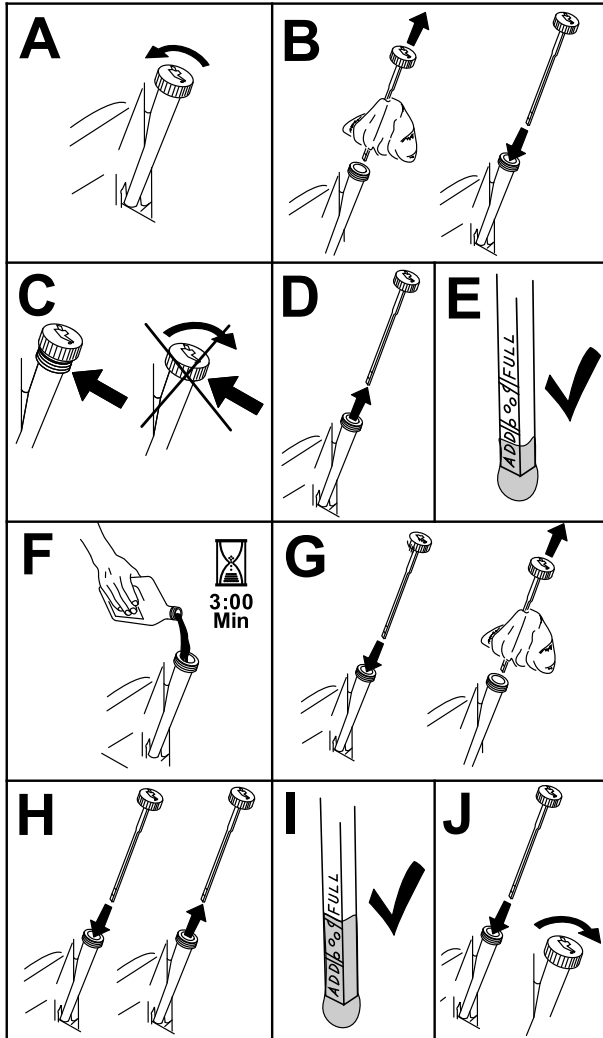

Figure 48
- Pour éviter de faire tomber de l'herbe, de la poussière, etc., dans le moteur, nettoyez la surface autour du bouchon de remplissage-jauge d'huile, avant de l'enlever (Figure 48).